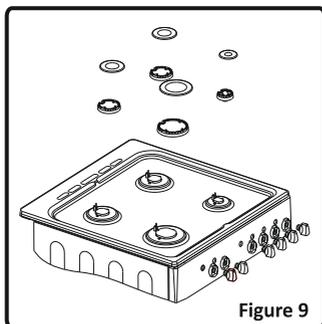

Figure 9
- Retirez le chapeau de brûleur et le brûleur supérieur (Figure 9).